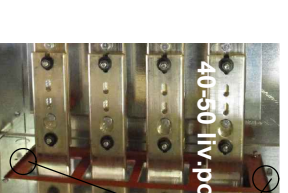

Figure 7
- c) dans le sac de plastique, prenez les deux (2) vis 10-32, rondelle & écrou pour visser ensemble les 2 boîtiers, avec l'isolant rouge (item A Fig.2) entre les deux (Fig.7)